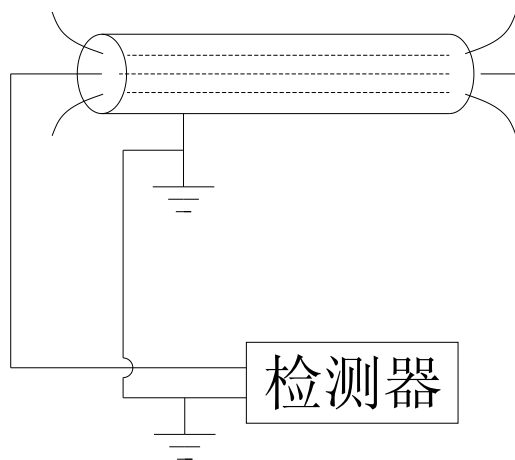

图 2.1 低压脉冲法接线图
7、将测试线插头插到仪器的输入插口上，测试线的芯线（红色夹）与电缆相线连接，测试线的屏蔽层连线（黑色夹）与电缆地线连接，如图2.1所示：